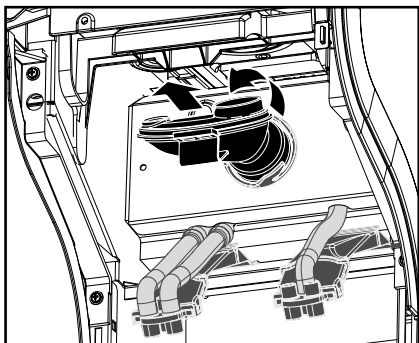

Fig. 28
- d. Frigi blandeinnsatsen ved å dreie den mot klokken og ta den ut med tetningsringen (fig. 28).